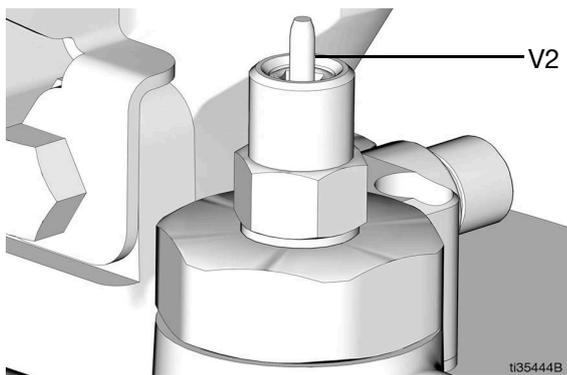

FIG. 13
Lorsque de la graisse est ajoutée au réservoir (K), le plateau suiveur (Y) est poussé vers le haut du réservoir (K) et pousse la broche de la vanne (V1) qui ferme l'acheminement du fluide d'entrée. La broche (V2) se soulève lorsque le réservoir est plein (FIG. 13).